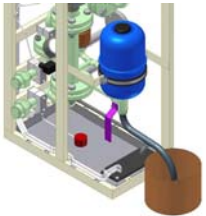

图 4.2-6
3. 转动阀 V160 上的手柄（图 4.2-6 中紫色部分）90°使之指向关的位置。这将关闭一次回路。扩展容器内的液体只能流出。（在阀杆的末端标有一条线，在此为三通阀的正确位置，标志是开流量方向）。